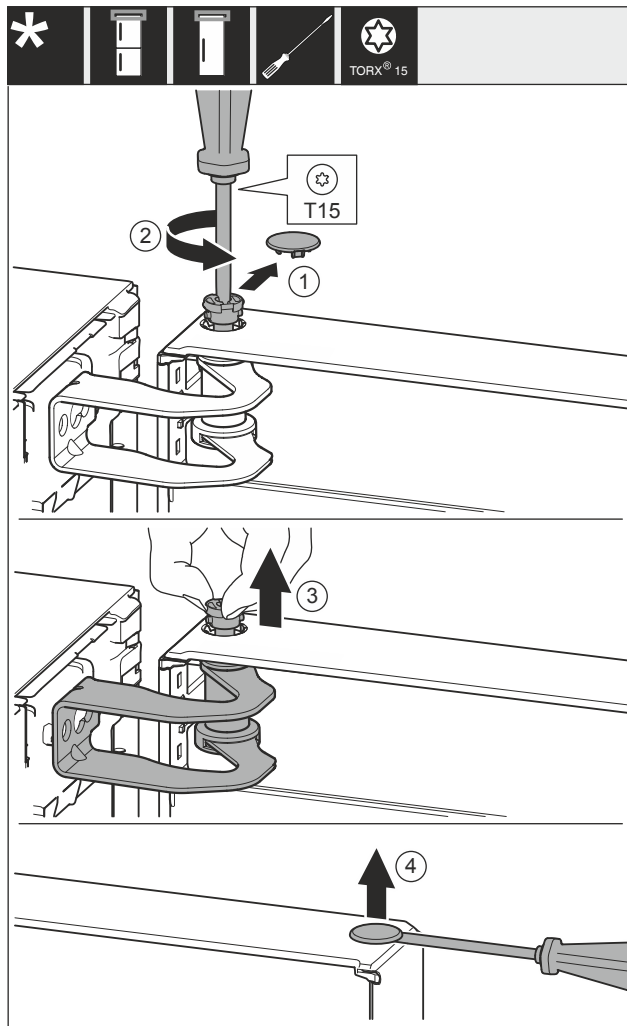

Fig. 9
- ▶ Ta försiktigt bort skyddet Fig. 9 (1).
- ▶ Dra ut stiftet Fig. 9 (2) en bit med en skruvmejsel.
- ▶ Dra ut stiftet Fig. 9 (3) med fingrarna.
- ▶ Lyft skyddet Fig. 9 (4) försiktigt med en skruvmejsel och ta bort det.